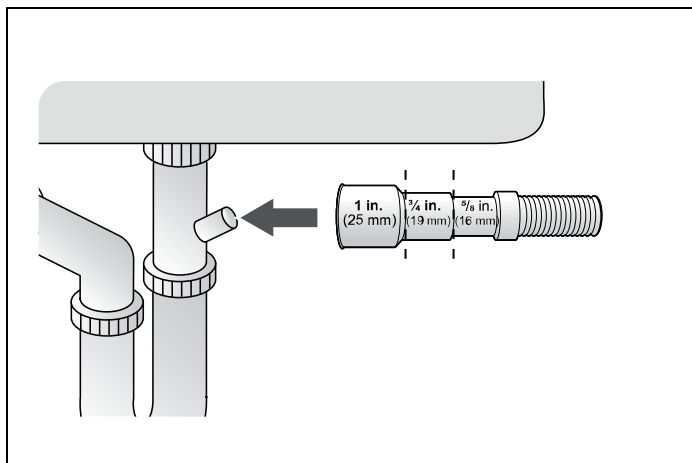

Fig. 18
- 3) Vérifiez la taille du raccord du tuyau de vidange de l'évier. Si nécessaire, coupez le tuyau de vidange de manière à ce que son extrémité s'adapte au connecteur de l'évier (5/8", 3/4" ou 1" - comme illustré dans la Fig. 18). Si l'extrémité du tuyau de vidange ne s'adapte pas au raccord du tuyau de vidange de l'évier, procurez-vous un adaptateur auprès d'un magasin de plomberie ou de quincaillerie.